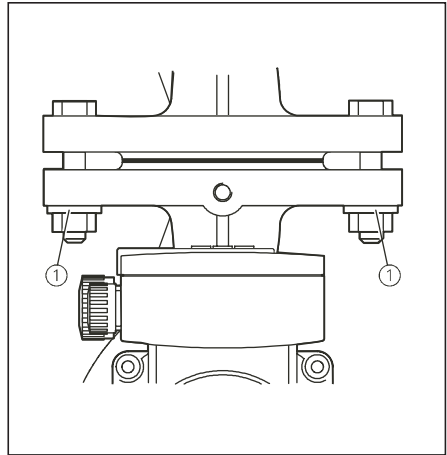

Abb. 1
2. Zwischen dem Schrauben-/Mutterkopf und dem Kombi-Flansch müssen Unterlegscheiben (Abb. 1, Pos. 1) unbedingt verwendet werden.